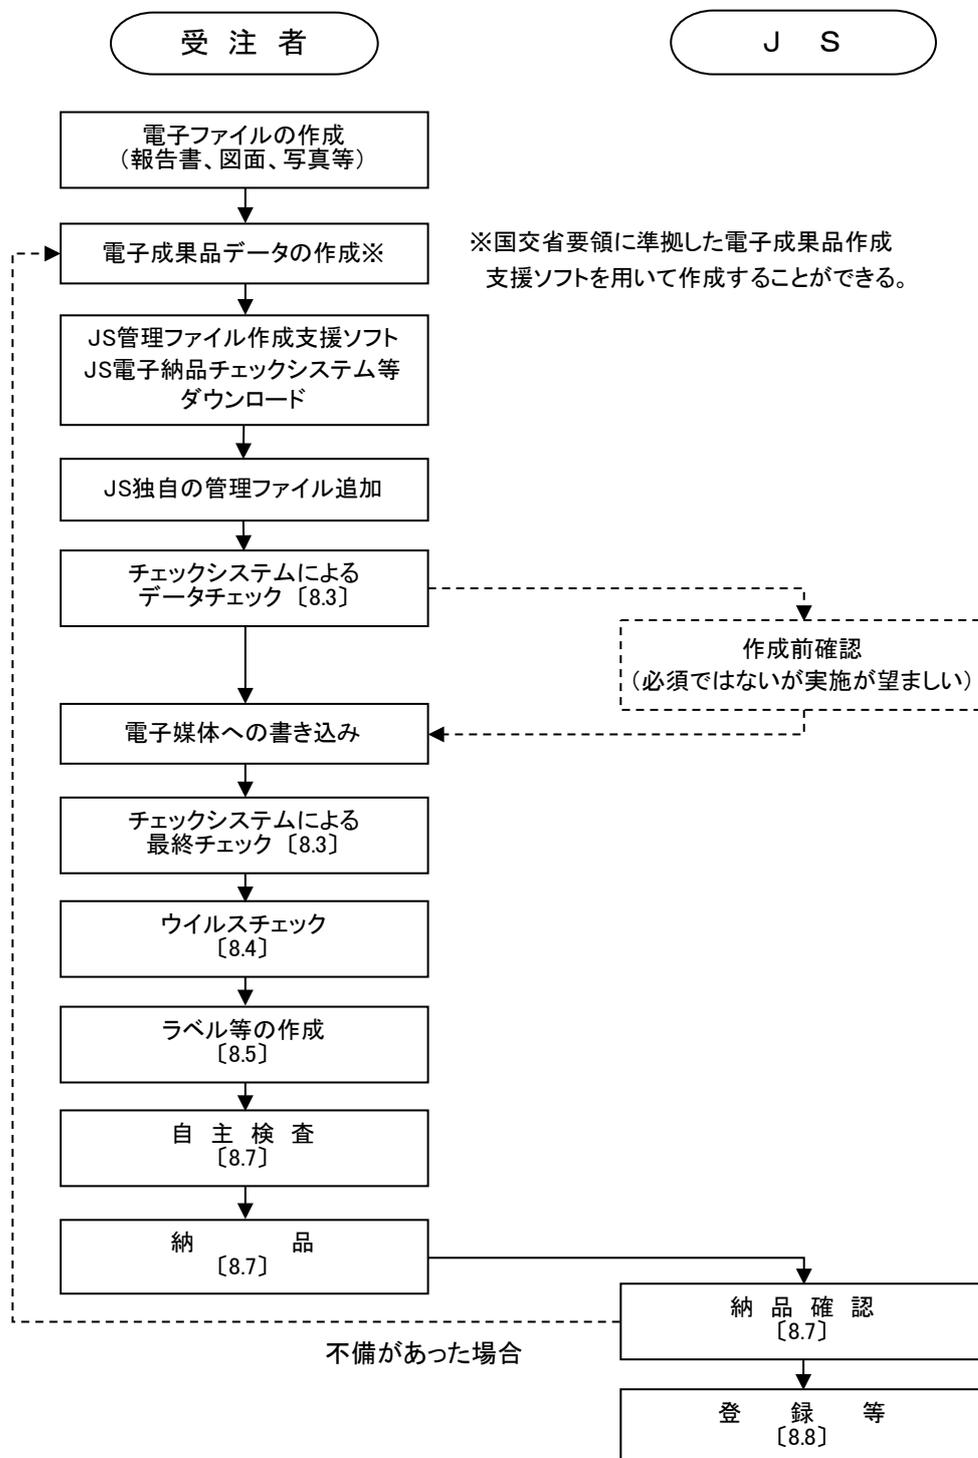

図 8-1 電子成果品の作成の流れ
- 電子成果品の作成の流れは図 8-1 に示すとおりである。
- 電子成果品の作成は、図 8-1 に示す手順に従い、本章各節の規定に基づいて行う。
- 電子成果品データは、国交省要領・国交省 CAD 基準に準拠した電子成果品作成支援ソフトを利用して作成することが可能である。一部フォルダ名ファイル名の命名規則が JS 独自になっているが、データ表現・文字数は国交省要領・国交省 CAD 基準の制限範囲内で定めている。追加作成が必要な JS 独自の業務管理ファイル (JS) (INDEX_DJ.XML) 及び図面管理ファイル (JS) (DRAW_JS.XML) は、JS 管理ファイル作成支援ソフトを用いて作成することができる。